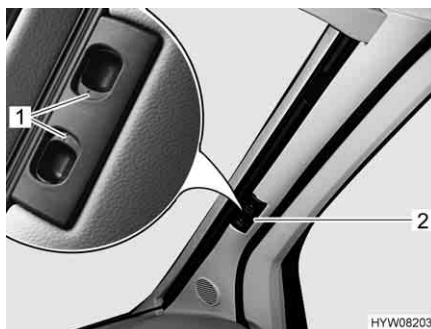

Bild 22 Plisségardin för vindrutan
- Skjut de två hälfterna av plisségardinen för vindrutan utåt så långt det går, ta tag i handtaget (Bild 22,2). Rör handtaget vågrätt i riktning mot låsspåret.
- Låt låshandtagen (Bild 22,1) haka fast.